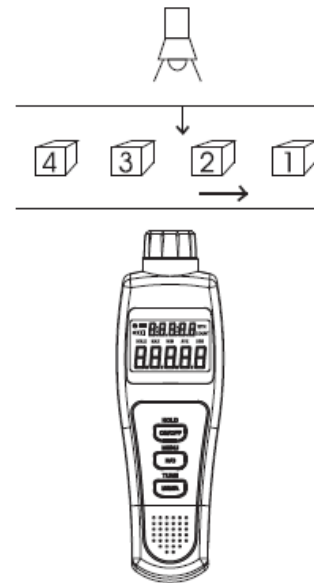

Figura 5
2. Prepare o medidor, o objeto a contra e luz exterior conforme a figura 5.